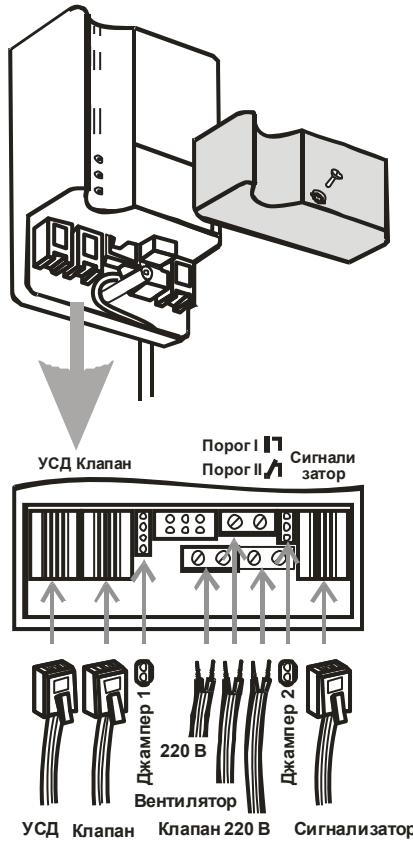

Рисунок 2 - Сигнализатор БУГ
Вид клапана	Положение джампера (см. рисунок 2)
1.5.2. На передней стенке Сигнализатора моноблочного исполнения (рисунок 2) расположены светодиоды:
2.2.6.1. Открутить винт крепления съемной панели Сигнализатора и открыть клеммный отсек (см. рисунок 2).